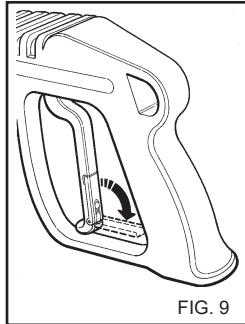

FIG. 9
- Når rengjøringsmaskinen ikke er i bruk må sikkerhetsanordningen på håndtaket lukkes (fig 9).